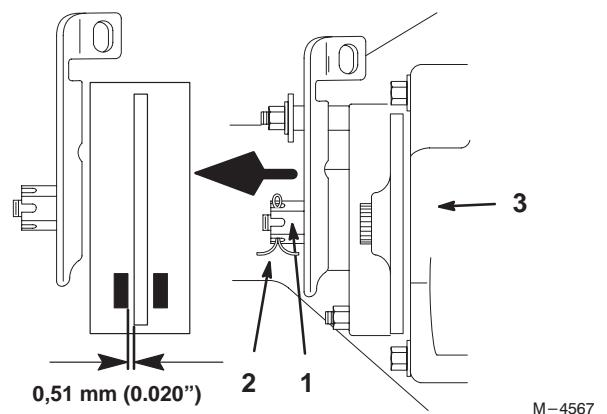

Abbildung 28
3. Zur Einstellung der Bremse den Splint entfernen und die Bremseneinstellmutter etwas lösen (Abb. 28).
4. Vorsichtig eine 0,51 mm (0.020") Fühlerlehre zwischen den äußeren Bremsklötz und die Rotorscheibe stecken (Abb. 28).